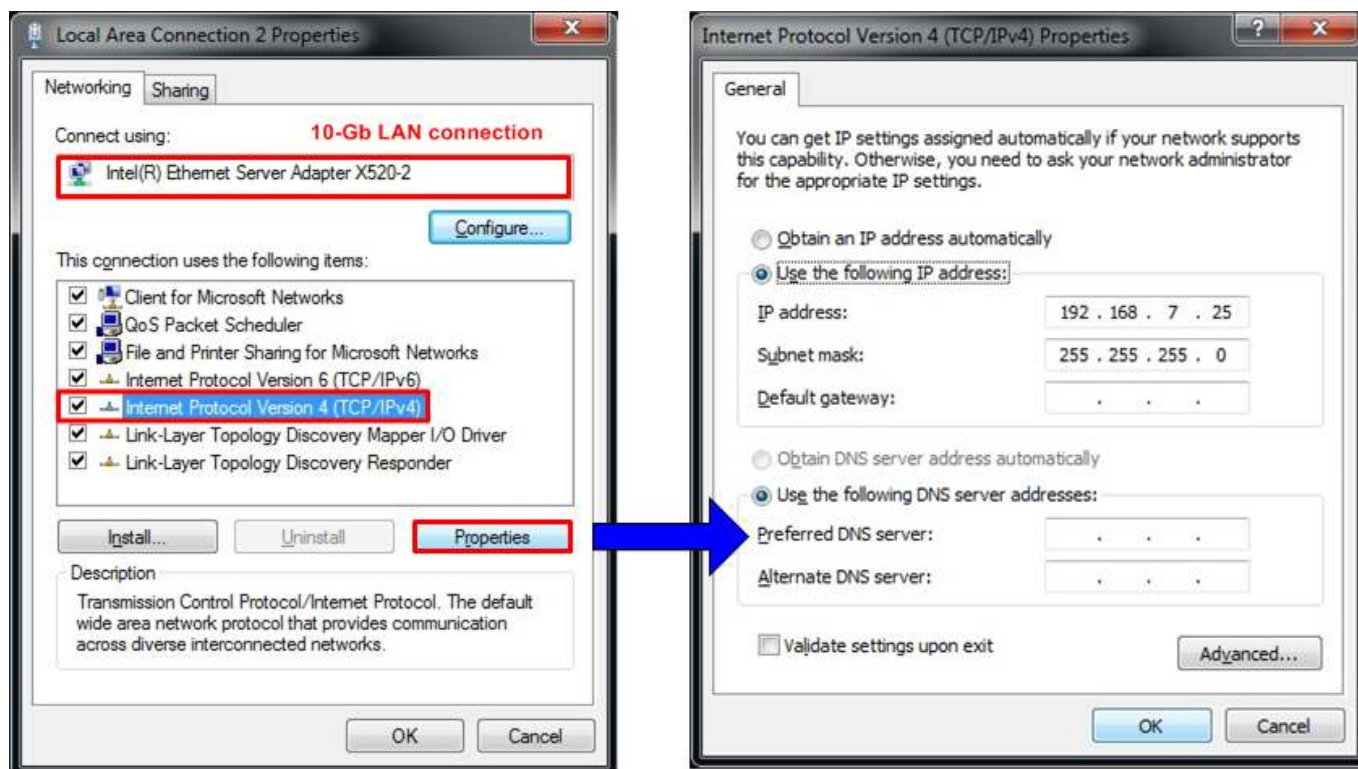

図 3-1: IPv4 設定
- 図 3-1 左図の様に、10GbE 接続のローカルエリア接続プロパティを開きます。
- 図 3-1 右図の様に、IP アドレスを **192.168.7.25** に、サブネットマスクを **255.255.255.0** に設定します。